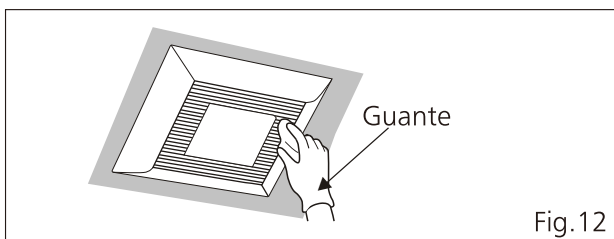

Fig.12
1. Limpie la rejilla. (No lo introduzca en agua caliente. Use detergente de cocina no abrasivo. Límpielo en seco con un paño limpio.) (Fig.12)